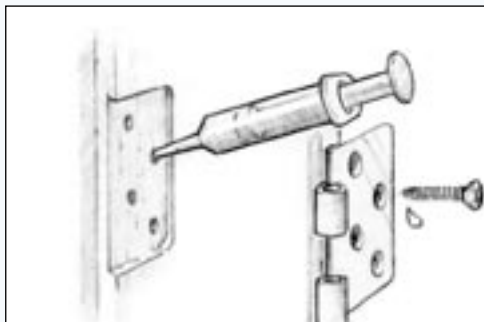

Рис. 15. Пропитайте отверстие и установите шуруп
- Пропитайте отверстие стандартного размера и нанесите смесь полимера/отвердителя вовнутрь отверстия при помощи шприца или трубоочистителя (*Рисунок 15*). Запустите следующий слой эпоксидного материала (при работе с разработанными отверстиями или отверстиями слишком большого размера).